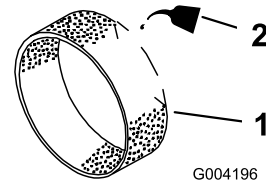

Figura 27
3. Ponga una o dos onzas de aceite en el pre-filtro (Figura 27).